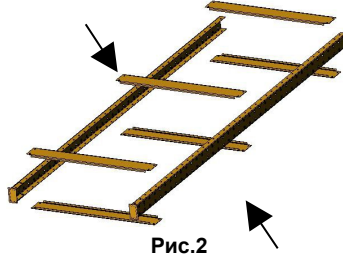

Рис.2
2. Соединить стойки с поперечными балками с помощью винтов М5, пружинных шайб d5 и гаек М5 (Рис.2).